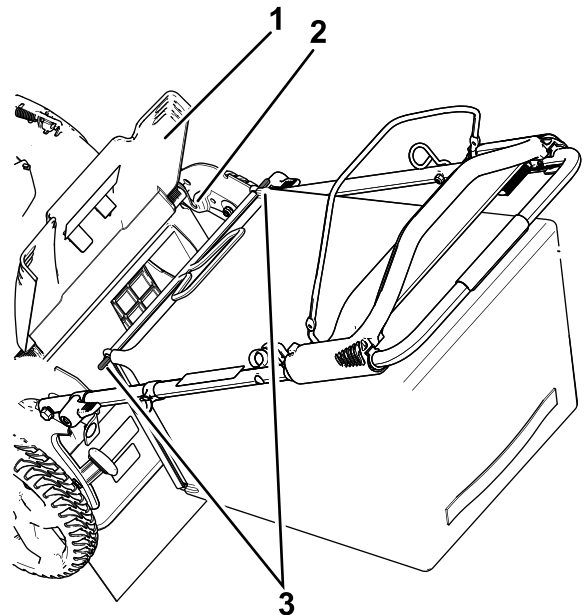

Figura 15
1. Levante y sujete el deflector trasero (Figura 15).
2. Instale la bolsa de recogida, asegurándose de que los pasadores de la bolsa descansan en las muescas del manillar (Figura 15).